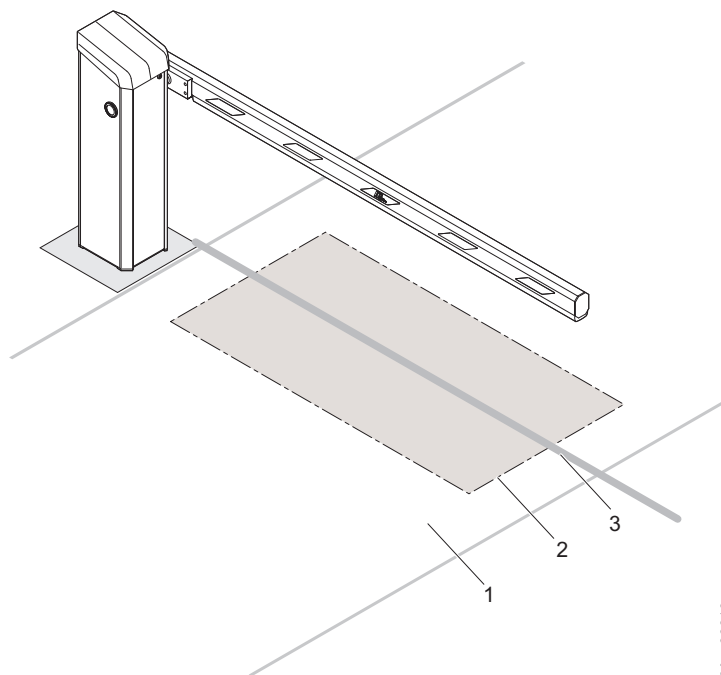

Bild 19: Exempel på anordning av en induktionsslinga för personbilsdrift, här beskrivet för bomtyp "Access XL"
- Avståndet från induktionsslingan till trottoarkanten bör vara ca 300 till 500 mm. → Se även Bild 19.